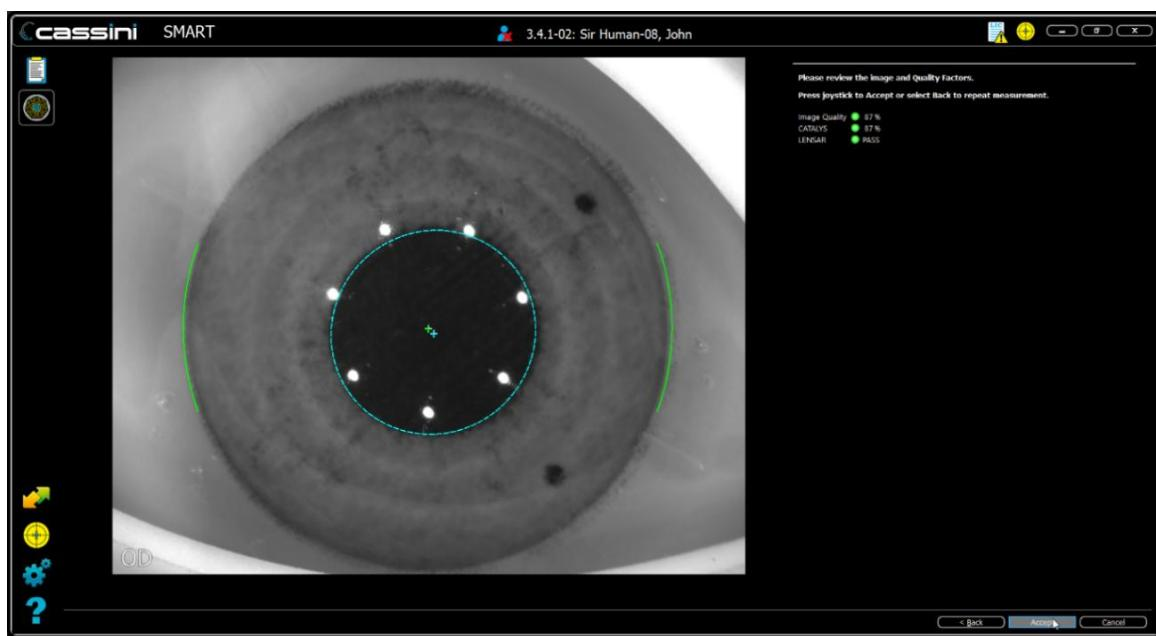

Figura 27: Resultados del escaneo mesópico
4. Los resultados se muestran como se indica en Figura 27